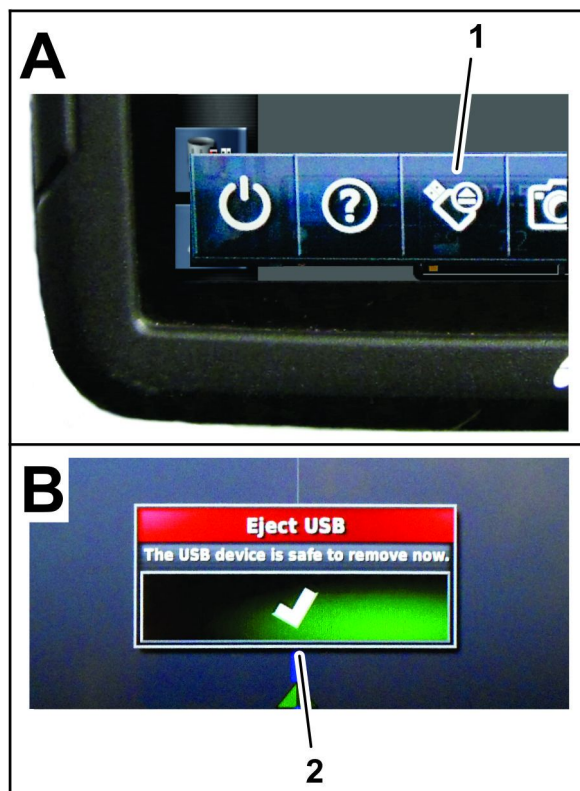

図 23
4. 制御コンソール画面の下から上へスワイプするとローディングメニューバーが表示されます 図 23。
5. USB 取り出しアイコンを押す 図 23。
6. USB ダイアログボックスで承認アイコンを押し、制御コンソールから USB 記憶装置を取り外す 図 23。